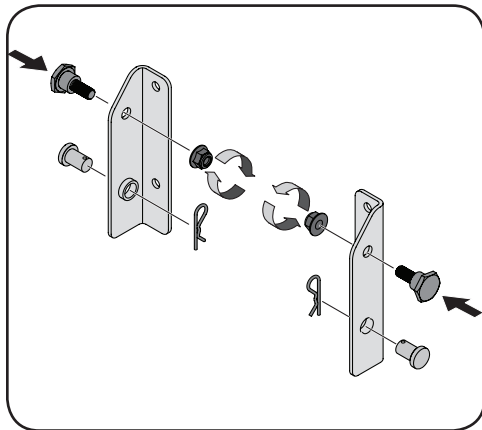

Figura 4-1
1. Si no viene instalado de fábrica, instale un perno con reborde del paquete de elementos de ferretería en cada ménsula, asegurándolas con tuercas de seguridad con brida también incluidas en el paquete de elementos de ferretería. Consulte la Figura 4-1.
2. Si ya está instalado en las ménsulas, retire los sujetadores y pasadores de horquilla y reténgalos para las instrucciones más adelante. Consulte la Figura 4-1.